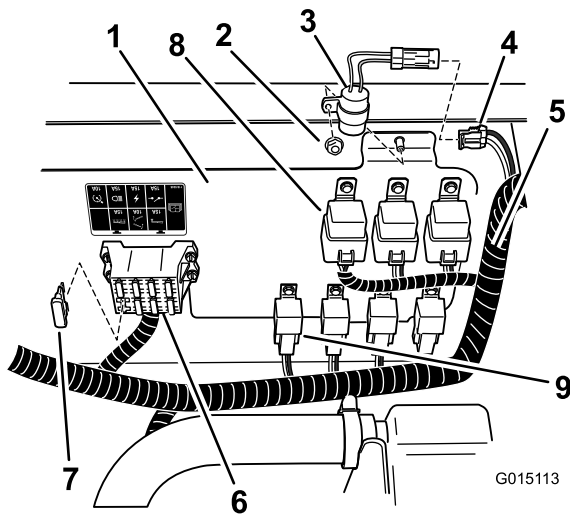
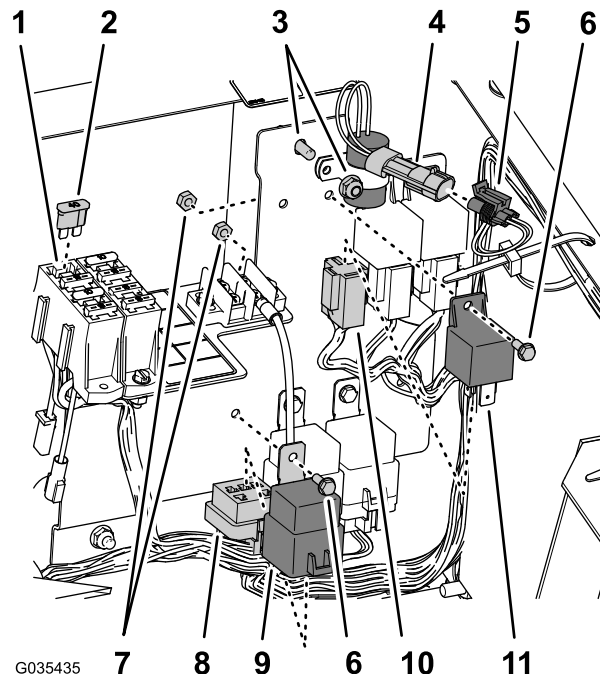
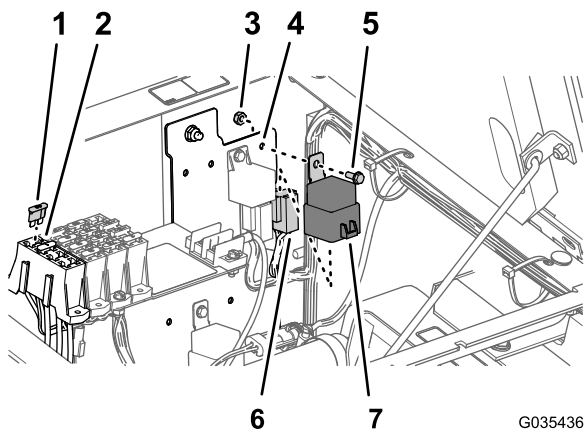

图26
图27
图28
- A. 用配电板上的锁紧螺母将延时计时器安装到图26 或图27 所示的位置。
- B. 将计时器连接至机器线束标有延时计时器的 2 插槽接头（图26 或图27）。
3. 如图26、图27 或图28 所示，在保险丝盒的空槽中安上安保险丝 (40A)。
4. 找到和同一继电器款式相同的继电器和电源继电器，并用 2 个凸缘头螺栓 (#10-24 x 1/2 英寸) 和 2 个锁紧螺母 (#10-24) 将其安装到配电板上 (图26、图27 或图28)。
5. 如图26、图27 或图28 所示，找到主线束的 4 插槽接头和 5 插槽接头，将它们连接到继电器 (4 针) 和电源继电器 (5 针) 上。